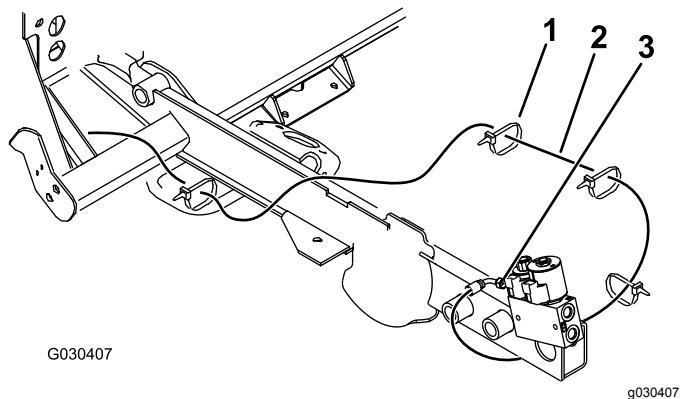

Рисунок 20
- 8. Проложите длинный шланг под рамой радиатора, над поперечиной рамы и вдоль балки рамы к клапану (Рисунок 20).
- 9. Закрепите длинный шланг при помощи 4 кабельных стяжек (Рисунок 20).